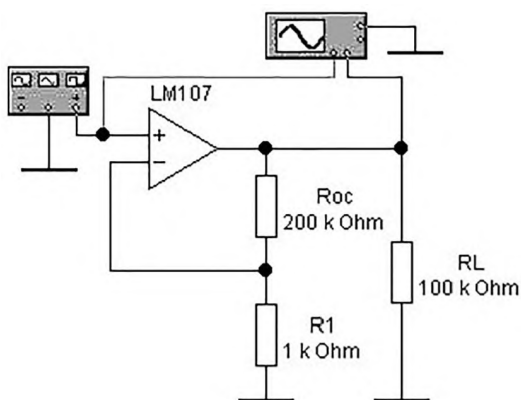
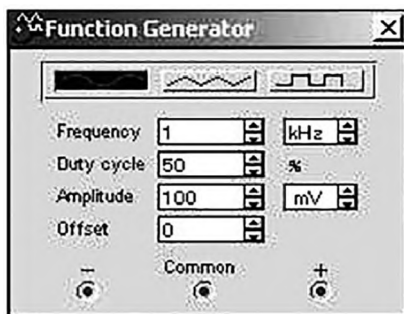
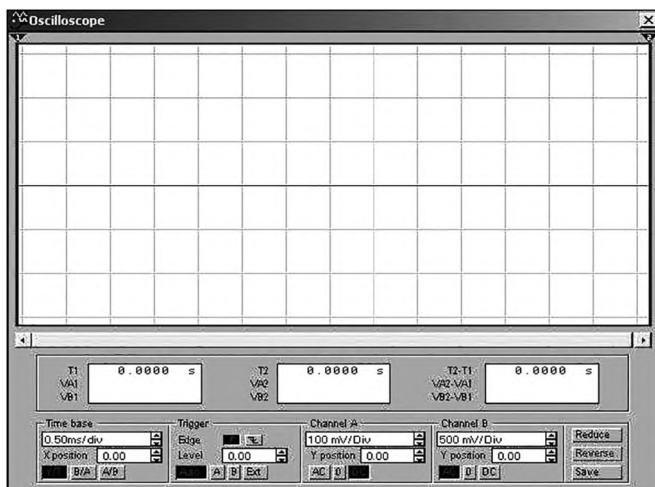

Рис. 7.1. Схема исследования неинвертирующего ОУ
Рис. 7.4. Лицевая панель функционального генератора
Рис. 7.5. Лицевая панель осциллографа
- 7.2.1. Собрать схему согласно рис. 7.1.
7.2.5. В схеме, приведенной на рис. 7.1, установить значение сопротивления  $R_{oc} = 10\text{ кОм}$ , амплитуду синусоидального напряжения генератора увеличить до 100 мВ в соответствии с рис. 7.4. Установить масштаб напряжения на входе А осциллографа 100 мV/div, а на канале В – 500 мV/div в соответствии с рис. 7.5.